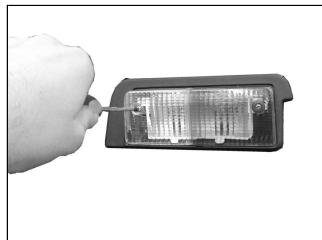

Figura 1
- Rimuovere il coperchio del fanalino (figura 1)